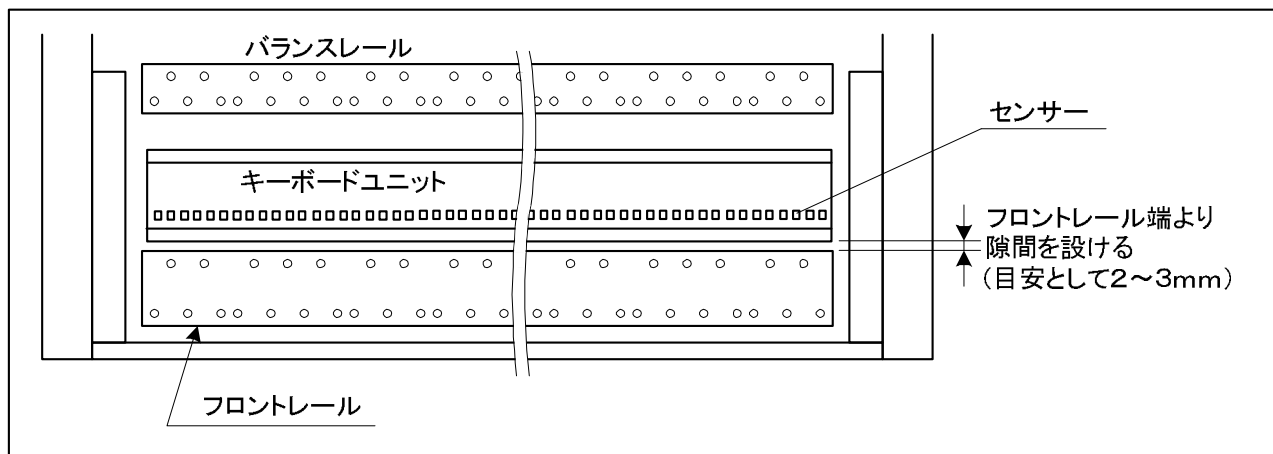

図3.3-3 キーボードユニットの取り付け
- (3) 図3.3-3の様に、センサー側を手前にして、フロントレールとバランスレールの間にキーボードユニットを載せ、高さ調整時にフロントレールの側面に接触しない程度の間隙（目安として2～3mm）を設けた位置に設置する。フロントレールの近くに障害物等がある場合は、可能な限りフロントレール寄りに設置する。